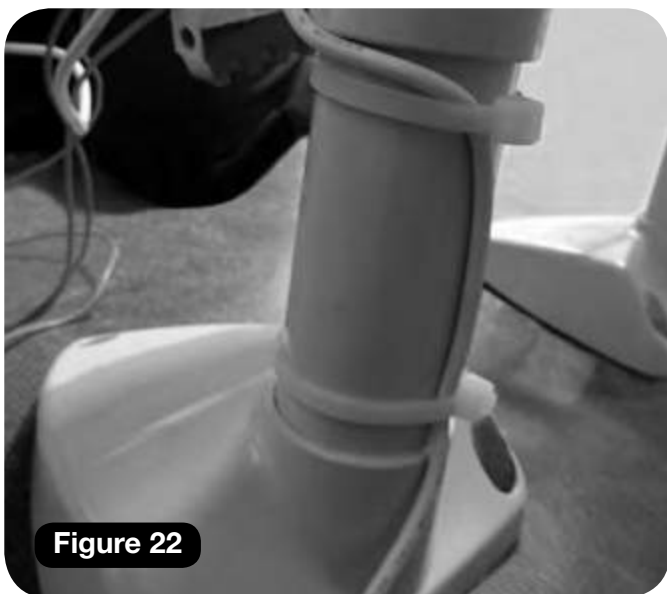

Figure 22
- h Avec deux serre-câbles, attachez le câble d'alimentation au dos du montant comme illustré en (**Figure 22**).